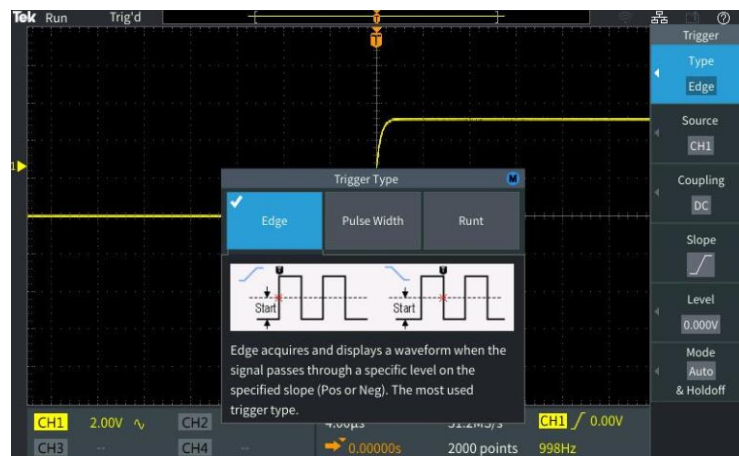

图 6. M图标指示在触发类别菜单里应该选择多功能旋钮进行操作
5. 前面板触发区域里按下 **Menu** 按钮. 按下 **Type** 侧键 (图 6). 注意到多功能旋钮下方的LED灯被点亮, 指示需要通过=该旋钮进行操作.